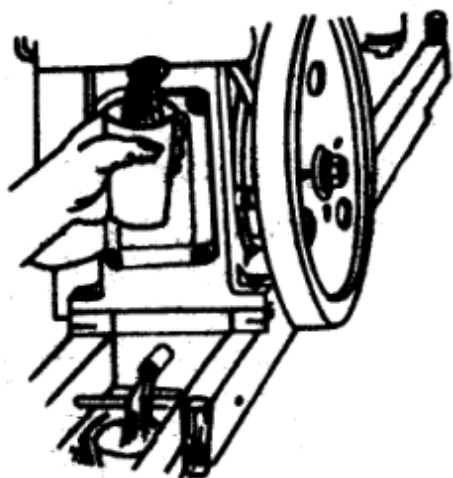

Рис. 17 Слейте смазочное масло и топливо
1. Слейте охлаждающую воду, смазочное масло и топливо, как показано на рис. 17.